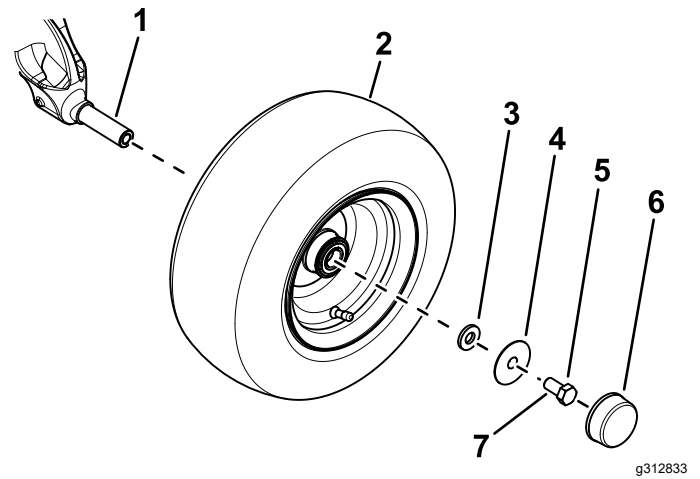

Bild 3
- Verwenden Sie eine kleine Unterlegscheibe, eine große Unterlegscheibe, eine Schraube (5/8" x 1 1/4") und eine Staubkappe, um das Rad an der Achsspindel zu befestigen (**Bild 3**).
D. Bringen Sie die Staubkappe am Rad an (**Bild 3**).